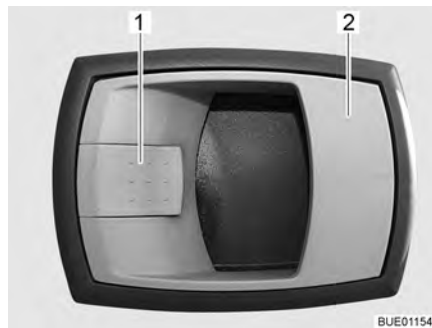

Fig. 39 Serrure de la porte cellule, à l'intérieur
- Tirer sur la poignée (Fig. 39,2). La serrure de la porte est déverrouillée.
- Appuyer sur le levier de sécurité (Fig. 39,1).